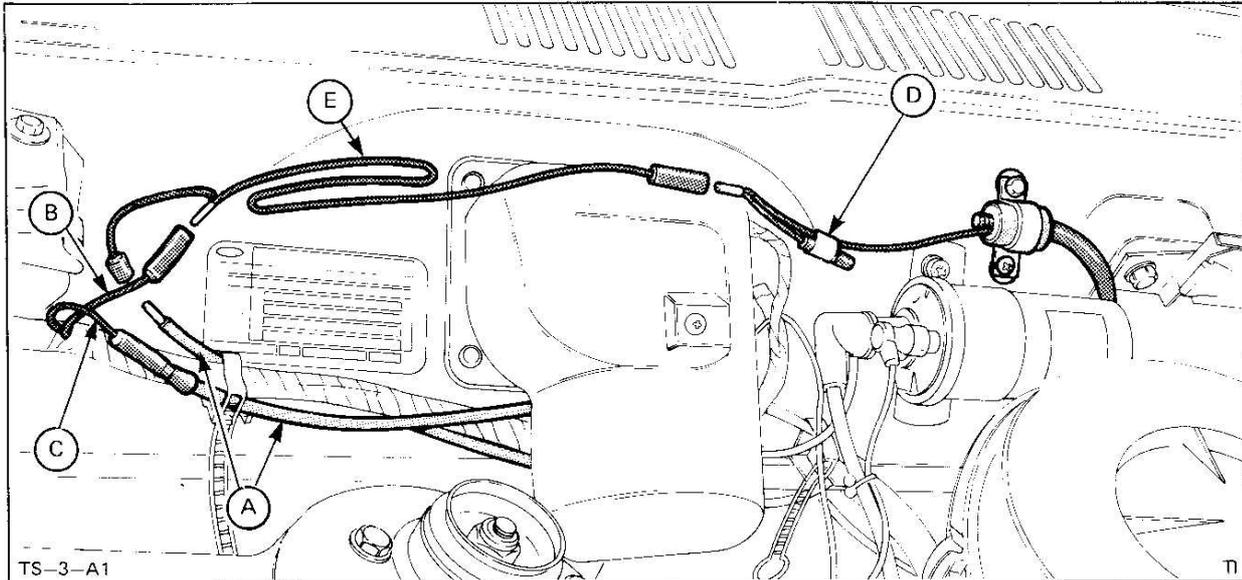

Abb.3 A = Vorwiderstandskabel
2. Vorwiderstandskabel (grau), A in Abb.3, an der Verbindungsstelle zum schwarzen Kabel abklemmen und Kabelstrang des Einbausatzes anschließen, Abb.3.